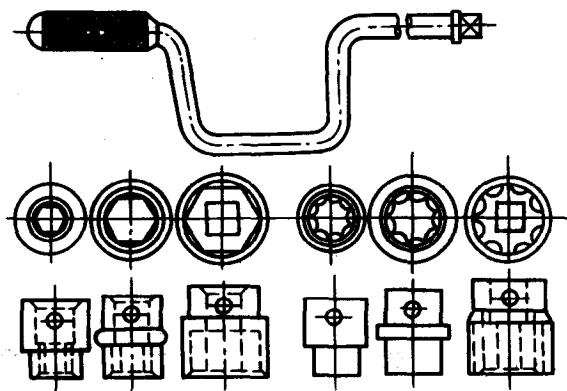

图 1-4 成套套筒扳手
3. 成套套筒扳手 成套套筒扳手由一套尺寸不同的梅花套筒或内六角套筒组成，见图 1-4。使用时将弓形手柄或棘轮手柄方榫插入套筒的方孔中，连续转动即可装拆外六角形或方形的螺母或螺钉。成套套筒扳手使用方便，操作简单，工作效率较高。